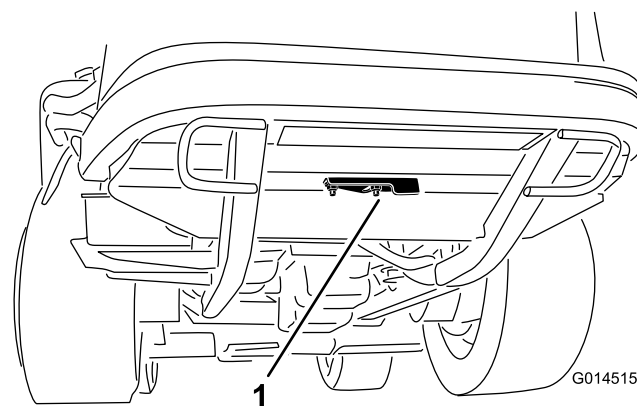

图 44
2. 松开将清扫孔盖固定到后机架下面的凸缘螺母图 44。将清扫孔盖旋转至一侧露出机架内的清扫孔。